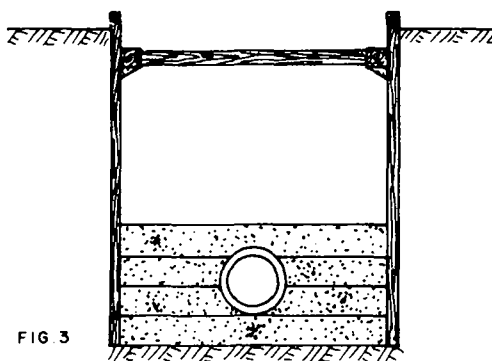

FIG. 3
3.º Passo — Faça a 3.ª camada com terra peneirada (fig. 3).